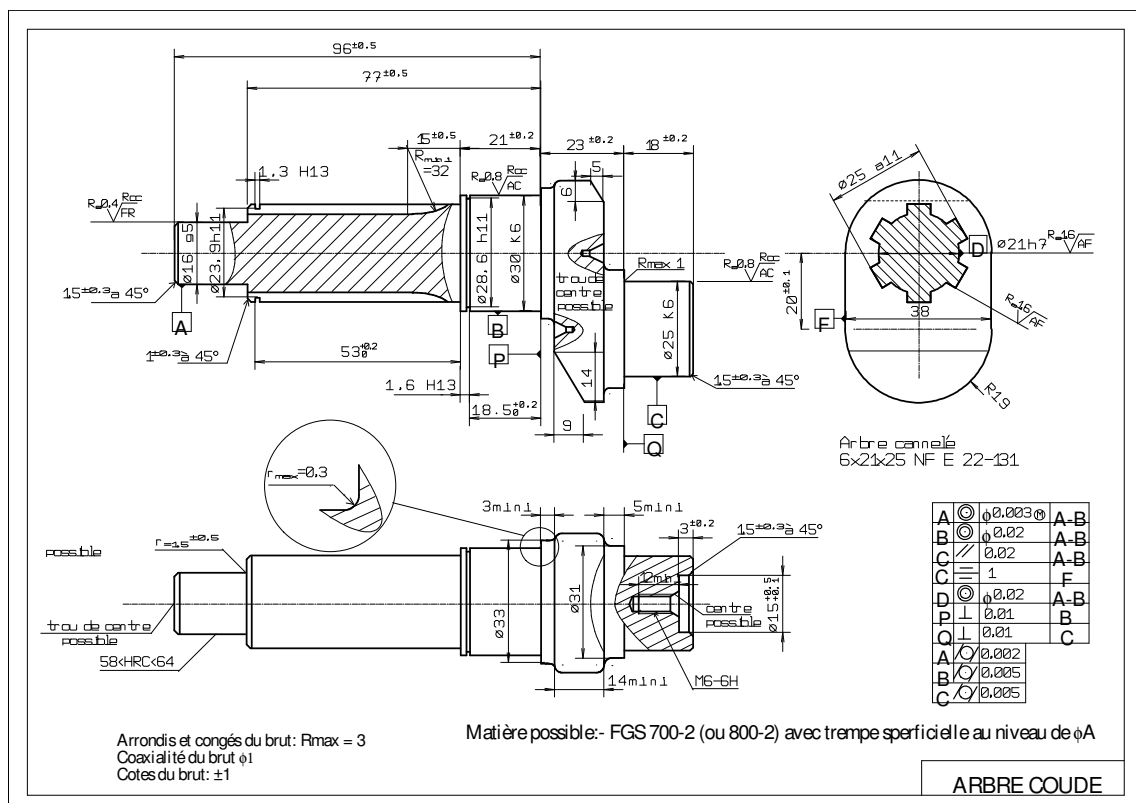

Fig. 1 : Exemple de dessin de définition
c) Cartouche: il permet l'identification des dessins techniques ainsi que leur exploitation documentaire. Sa position sur le dessin est donnée sur la figure 1. Différents renseignements y figurent